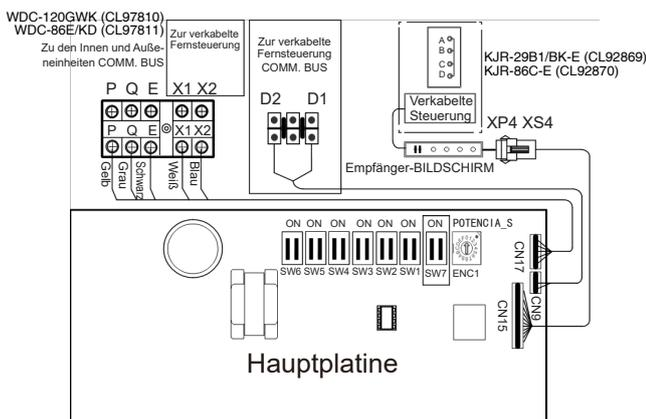

Abbildung 6.10
- Die Anschlüsse X1, X2, D1, D2 an den Seiten der Hauptsteuerplatine und der unidirektionale Kommunikationsanschluss (auf der Anzeigeplatinnenseite) sind für verschiedene Arten von verkabelten Steuerungen vorgesehen (siehe Abb. 6.10).